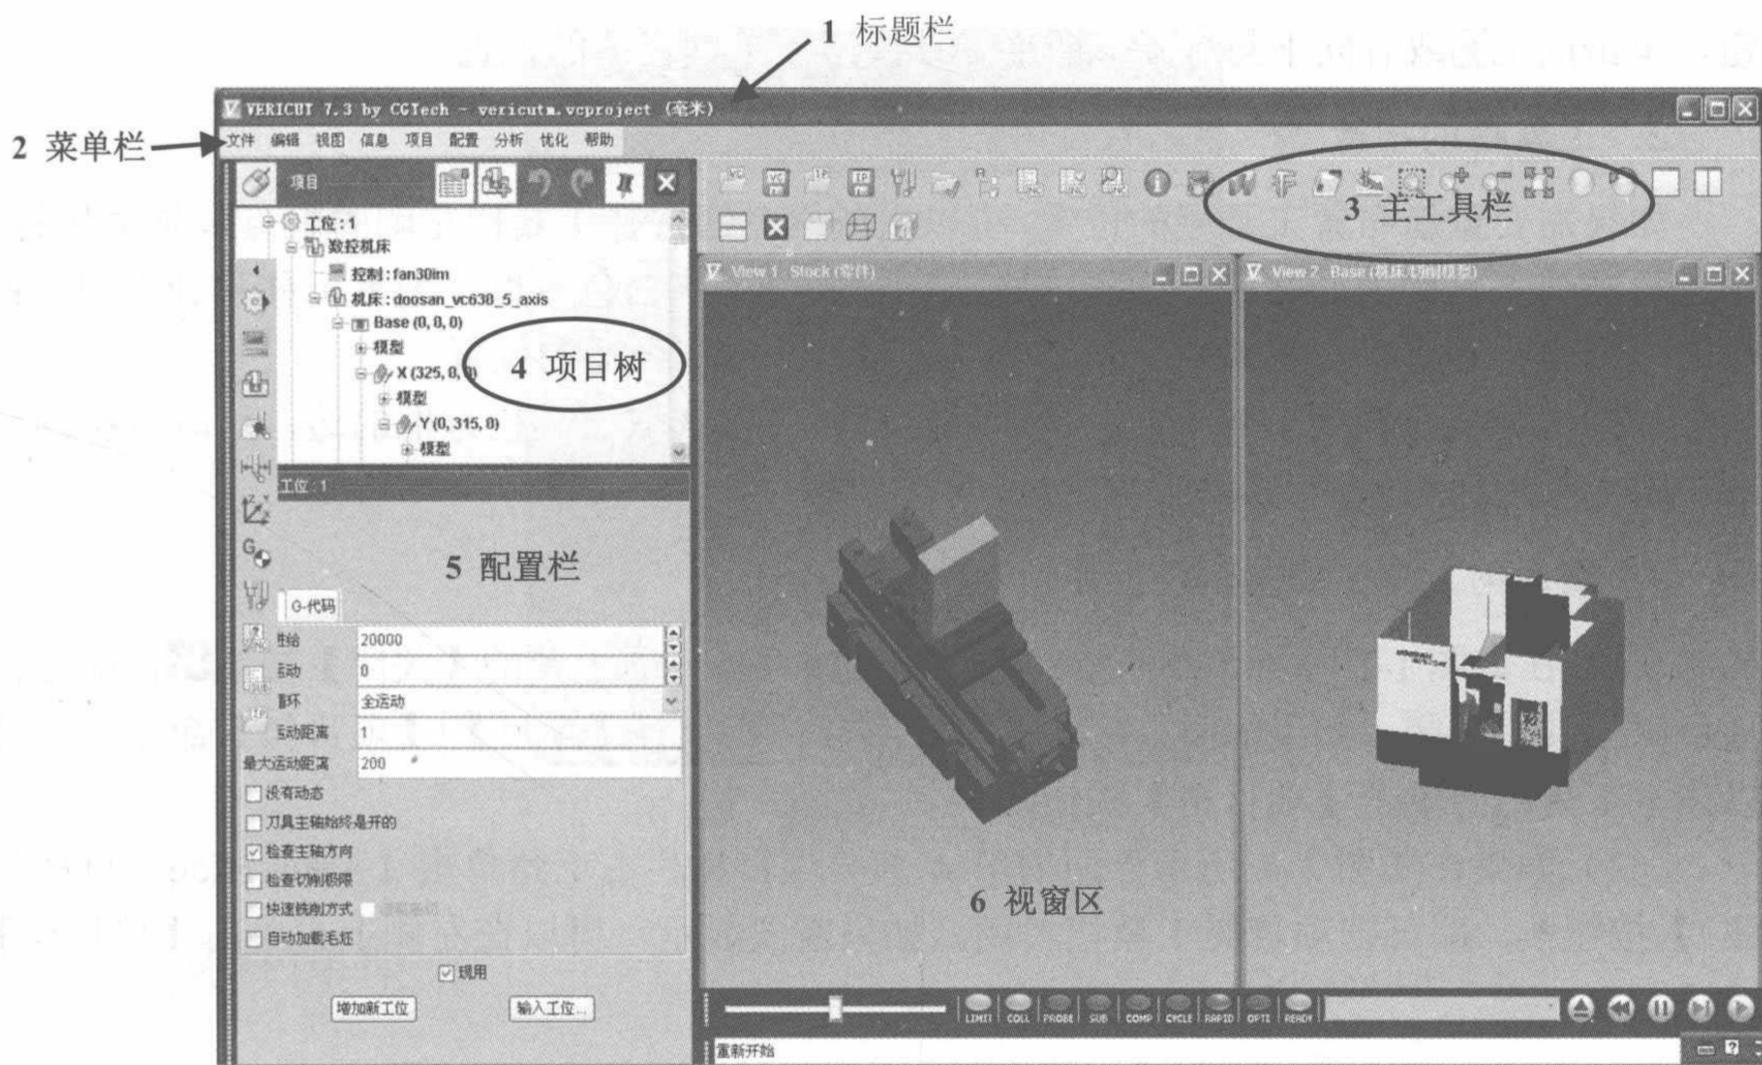
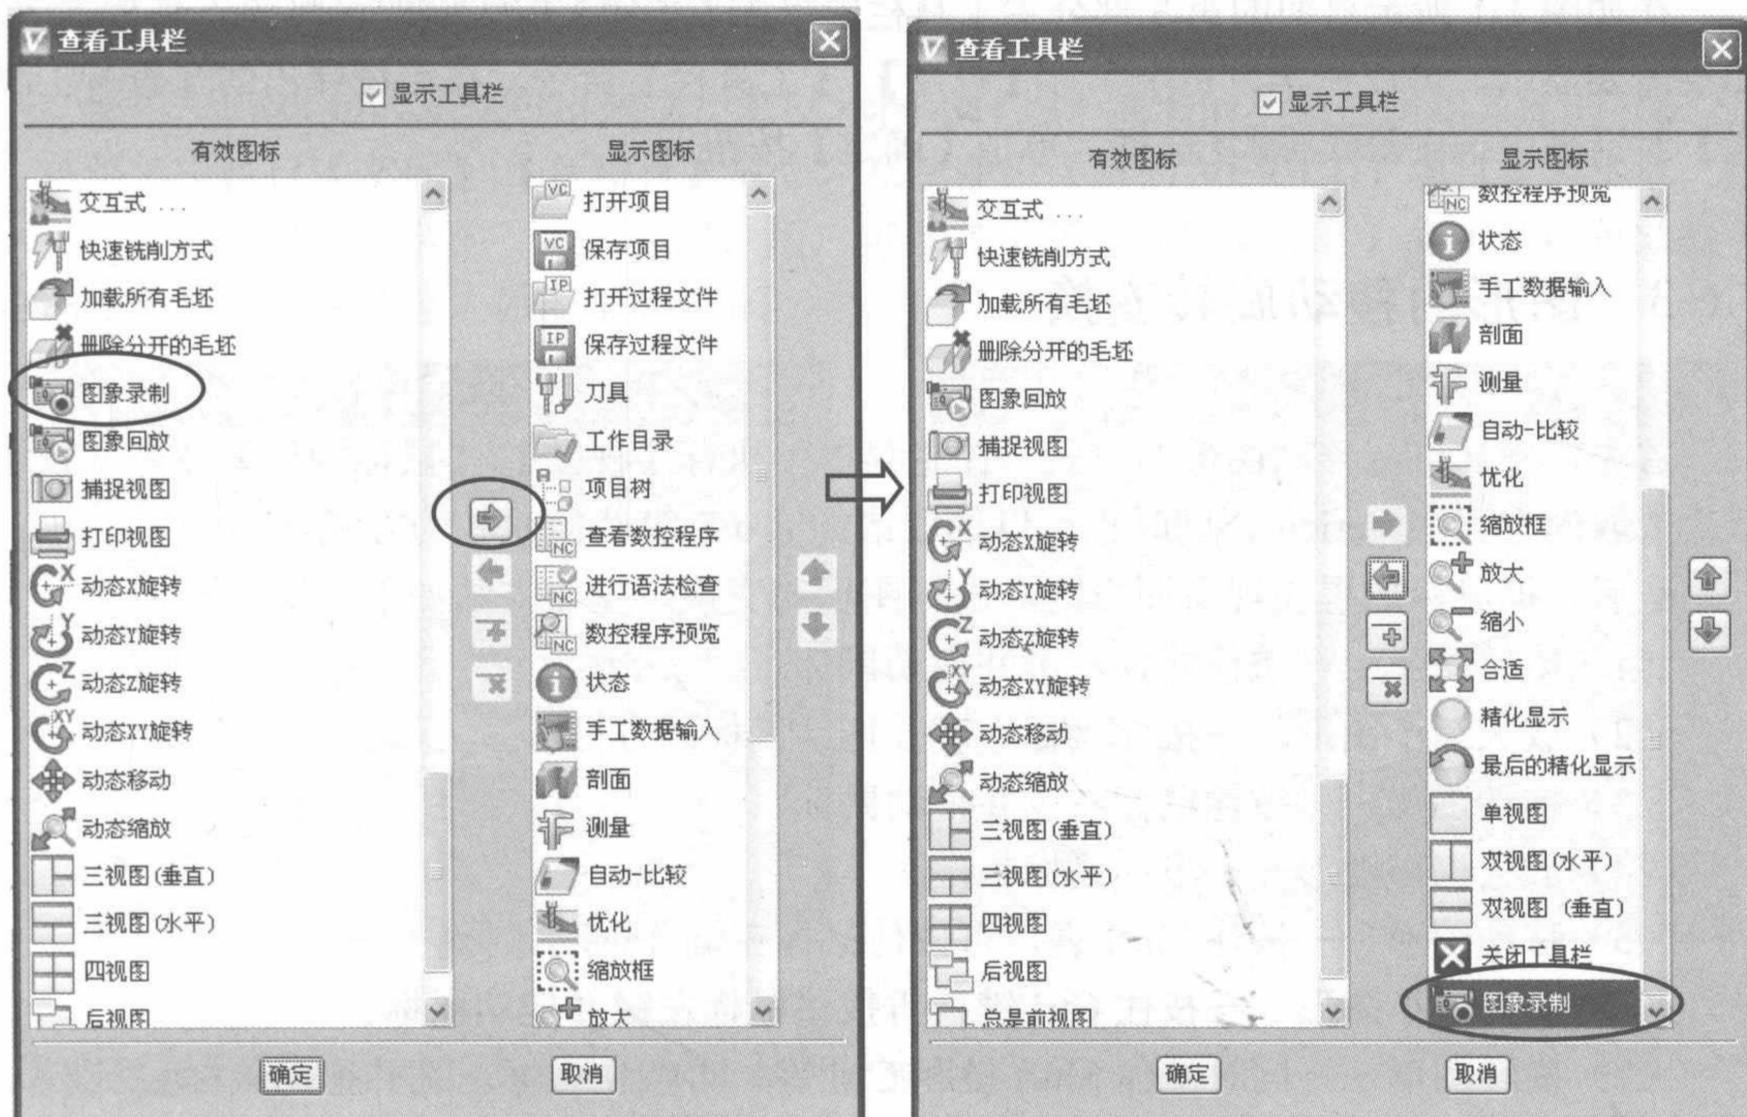

图 1-1 初始界面
图 1-2 显示工具按钮
在桌面上双击 Vericut 7.3 的图标，或者从 Windows 界面的【开始】菜单中执行【所有程序】|  CGTech VERICUT 7.3 |  VERICUT 7.3 命令，即可启动 Vericut 7.3 软件。Vericut 7.3 软件采用了传统软件系统的控件对话框方式，初始界面如图 1-1 所示。
在图 1-1 所示界面的第 3 部分工具栏仅显示了最常用的按钮工具，如果用户还需要使用其他按钮，可以采用以下方法把需要的按钮显示出来。
在图 1-1 所示界面的第 2 部分的主菜单中执行【视图】|【工具栏】命令，系统弹出如图 1-2 所示的【查看工具栏】对话框，从左侧【有效图标】栏中通过滑动滑块工具条，选择需要的按钮，例如选择 图像录制，再单击向右的箭头，可以使这个按钮被显示在右侧的【显示图标】栏中。单击【确定】按钮，观察软件的工具栏，即可发现 被显示出来。
(1) 在如图 1-1 所示界面的第 4 部分项目树栏单击右上角的【关闭】按钮 \times , 即可将项目树工具栏关闭。如果需要显示, 可以在菜单栏中执行【项目】|【项目树】命令, 还可以在主工具栏中单击【项目树】按钮 \square 。
(2) 如果在如图 1-1 所示界面的第 4 部分项目树栏右上角单击【Aotu Hide (自动隐藏)】按钮 \blacksquare , 即可把项目树工具栏关闭。如果需要显示, 可以在左侧上方单击【项目树】按钮。
在如图 1-1 所示界面的第 3 部分主工具栏中单击【关闭】按钮 \times 即可将该工具栏关闭。如果需要显示, 可以在菜单栏中执行【视图】|【工具栏】命令, 在系统弹出的【查看工具栏】对话框中选中 \square 显示工具栏复选框, 单击【确定】按钮。